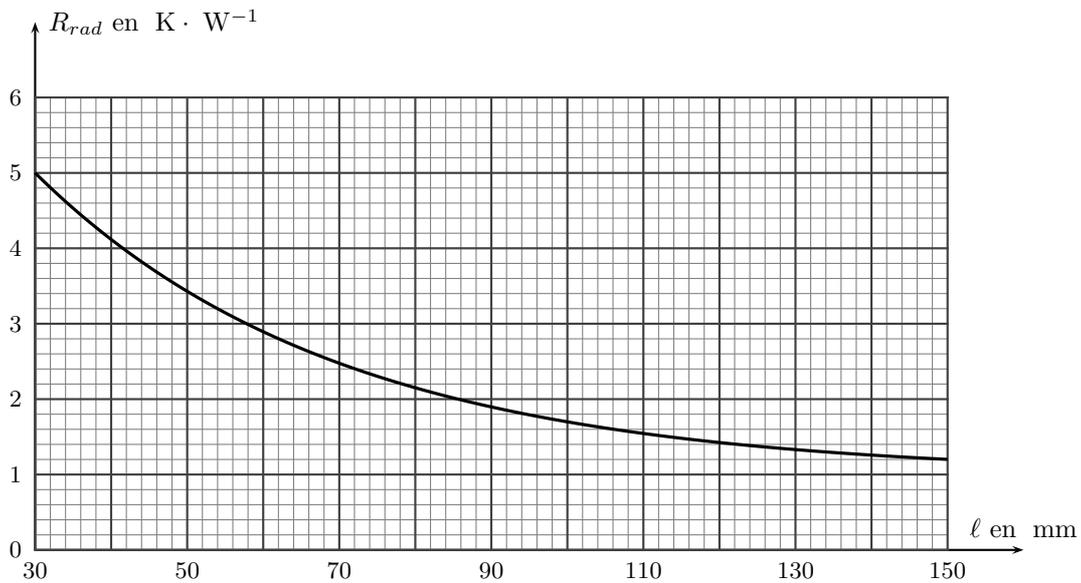

FIG. 6 – Résistance thermique en fonction de la longueur
24. Le catalogue de composants d'un fournisseur donne la courbe suivante (voir la figure 6) exprimant l'évolution de la résistance thermique thermique (exprimée en $K \cdot W^{-1}$) des radiateurs disponibles en fonction de leur longueur (exprimée en mm). Déterminer la dimension utile du radiateur que l'on doit commander. Application numérique : $\Phi = 40$ W, $T_a = 293$ K, $T = 413$ K et $R = 0,5$ $K \cdot W^{-1}$.